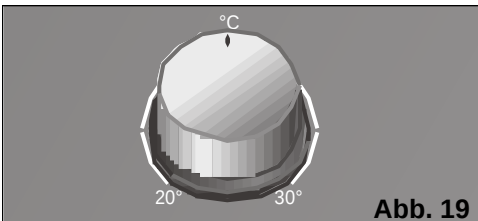

Abb. 19
- ☐ Stellen Sie den Thermostat auf die gewünschte Temperatur ein. Sollte sich das Gerät automatisch abschalten, weil die am Thermostat eingestellte Raumtemperatur erreicht wurde, muss abgewartet werden, bis die Raumtemperatur wieder um 2-3°C ansteigt, damit es sich wieder einschaltet. **Abb. 19**.